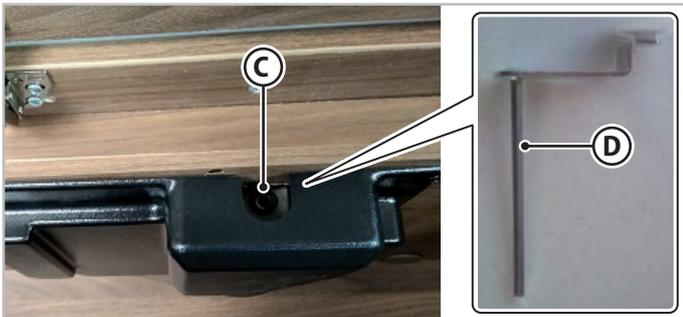

Fig.6.16 - Débloccage électrique du lit type A
2. Sur l'avant du moteur, insérer la clé (D - Fig.6.16) à l'intérieur de la vis (C - Fig.6.16) pour un mouvement manuel.